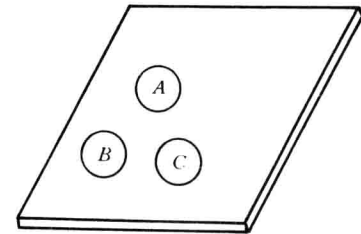

图 1.1
9. 在一块薄板上，有 *A*、*B*、*C* 三处凸起，如图 1.1 所示，应如何手工矫正？